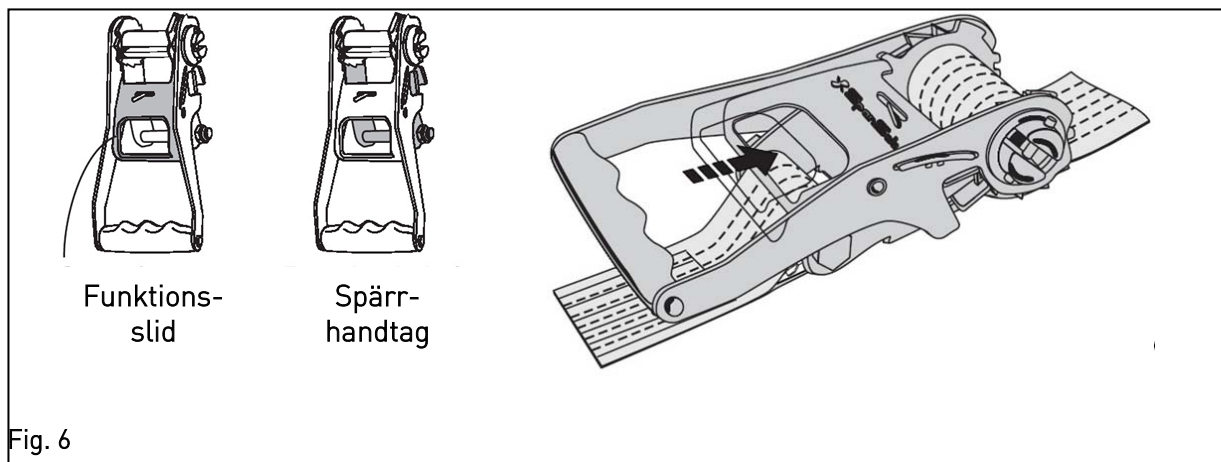

Fig. 6
14. Drag ut funktionssliden på spärrhaken och sväng spärrhandtaget in mot spärrläget tills sliden snäpper fast i säkerhetsspåret, se Fig. 6